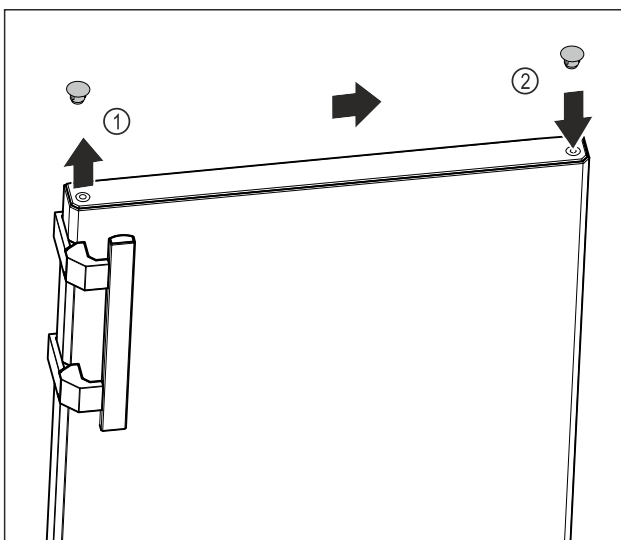

Fig. 17
- ▶ Oprezno podignite pokrovni čep na gornjoj strani vrata Fig. 17 (1) s pomoću križnog odvijača.
- ▶ Umetnite pokrovni čep na suprotnu stranu. Fig. 17 (2)